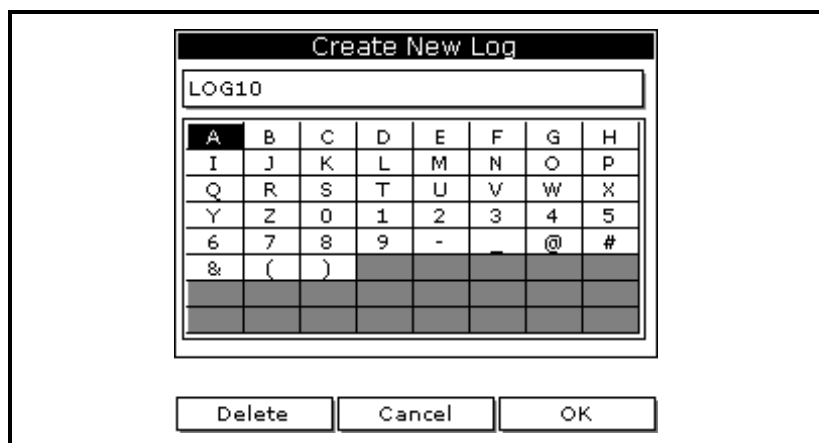

Figura 4-2: Ventana de ingreso del nombre para el registro nuevo
4. Use la tecla de flecha para desplazarse a **Clone Selected Log** y pulse [ENTER]. La pantalla se parece a la Figura 4-2 a continuación.